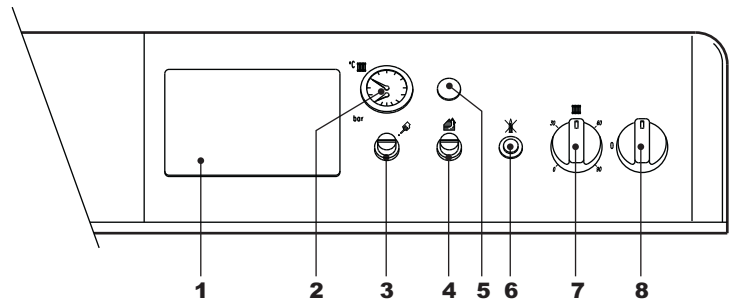

fig. 1 - Tableau des commandes
- Mettre l'interrupteur de la chaudière "8" sur la position 1 (fig. 1).
- Lorsque la chaudière est dotée d'un module électronique thermostatique, monté en position 1 de la fig. 1, l'utilisateur devra également tenir compte des instructions fournies par le constructeur du module en question.
Tourner la manette fig. 1°7" dans le sens des aiguilles d'une montre fera augmenter la température de l'eau de chauffage, la tourner dans le sens contraire la diminuera. La température peut être modulée de min. 30° à max. 90°. Il est toutefois conseillé de ne pas faire fonctionner la chaudière au-dessous de 45°.
Programmer à l'aide du thermostat d'ambiance la température souhaitée à l'intérieur des pièces. Commandée par le thermostat d'ambiance, la chaudière s'allume et l'eau est amenée à la température établie par le thermostat de réglage de la chaudière 7 de fig. 1. Le générateur s'éteint dès que la température souhaitée aura été atteinte à l'intérieur des pièces.
La pression de charge de l'installation froide, lue sur l'hydromètre de la chaudière partie 2 de fig. 1, doit être d'environ 1,0 bar Au cas où au cours du fonctionnement de l'installation la pression baisserait, (à cause de l'évaporation des gaz contenus dans l'eau)